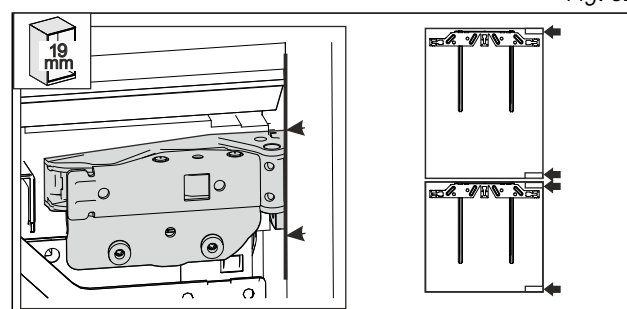

Fig. 52
- Paroi latérale de meuble d'une épaisseur de 19 mm : le bord avant de la charnière est aligné avec la face avant de la paroi latérale de meuble. Fig. 52 ()